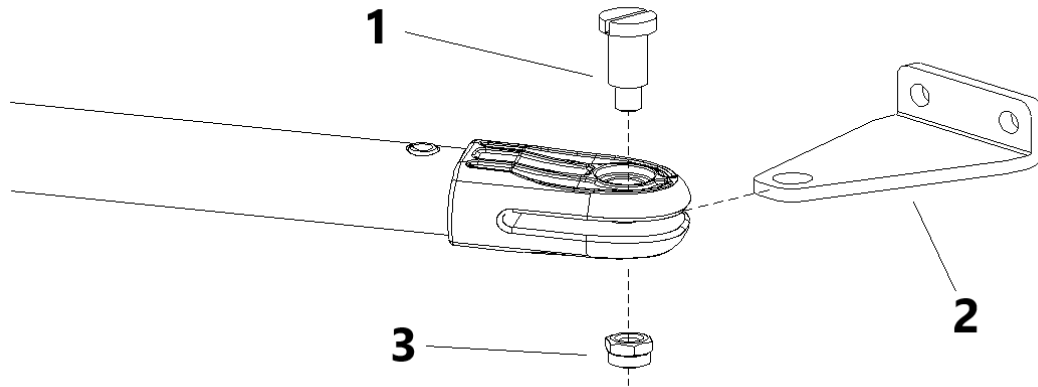

Figura 9
E) Como se muestra en la figura 9 a continuación, conecte el soporte de pared con la pared según la posición marcada. Luego, conecte la máquina principal con el soporte de pared con tornillo y tuerca. (Utilice un nivel de burbuja para asegurarse de que la instalación esté nivelada).